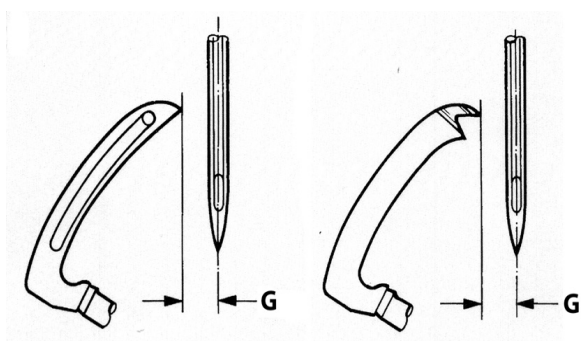

Fig. 2
Set the looper so that the distance from the center line of the needle to the point of the looper or spreader is (G) Fig. 2 when the looper is at its far left position.
und Blindgreifer (G) Fig. 2 beträgt, wenn der Greifer in seiner äußersten linken Position ist.